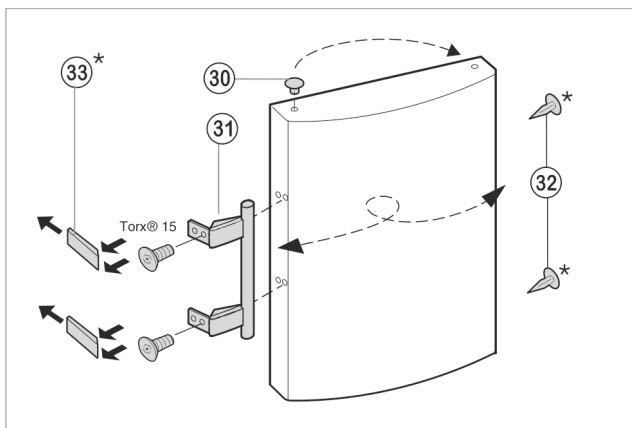

Fig. 7
- ▶ Võtke kork Fig. 7 (30) ukse laagripuksist välja ja paigutage ümber.
- ▶ Monteerige uksekäepide Fig. 7 (31), kork Fig. 7 (32) ja surveplaadid Fig. 7 (33) küljest ära ja paigutage vastaspoolele ümber.